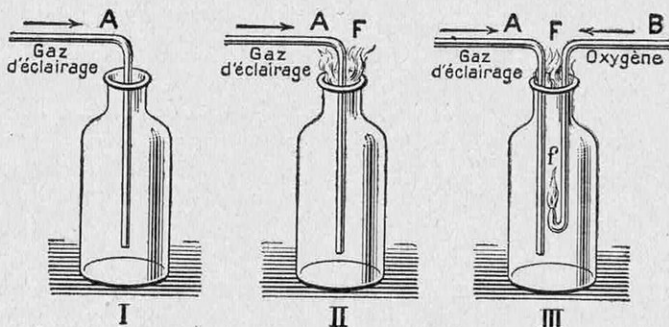

FIG. 3. — L'OXYGÈNE PEUT PRENDRE FEU
en vapeur d'eau; comme toujours, la combustion est plus complète dans un chalumeau, qui rappelle le chalumeau air-gaz d'éclairage et où on envoie de l'hydrogène et de l'oxygène, c'est le chalumeau oxyhydrique. Remarquons incidemment que, si l'hydrogène est *pour nous* un corps combustible et l'oxygène, un corps comburant, cette distinction n'a rien d'absolu: on connaît des dispositifs, dont le plus simple est représenté par la figure 3, qui permettent de faire brûler de l'oxygène dans une atmosphère d'hydrogène ou de gaz d'éclairage. Une flamme quelconque n'est, en effet, qu'une combinaison d'un gaz dans notre milieu habituel qui est l'oxygène (mélangé d'azote). Par conséquent, si le milieu extérieur — ici le gaz du flacon — est devenu de l'hydrogène (ou du gaz d'éclairage), on peut dire, par analogie, que la combinaison s'effectue maintenant sous forme de flamme d'oxygène (1).
(1) Il n'y a, d'ailleurs, aucune raison pour que le gaz d'éclairage brûle dans le flacon, puisque l'oxygène disparaît par la flamme dès la sortie du tube B (fig. 3).